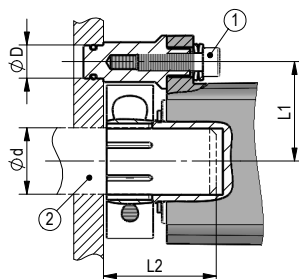

Abb. 1: Einbaumaße
- ▶ Sorgen Sie für einen geringen Wellen- und Winkelversatz zwischen Welle und Aufnahmebohrung durch geeignete Fertigungsmaßnahmen (siehe **Abb. 1 + Tab. 1**).
### Vorbereitung Montage (**Abb. 1, Abb. 2, Abb. 3**):
### Montage (**Abb. 1, Abb. 2, Abb. 3**):